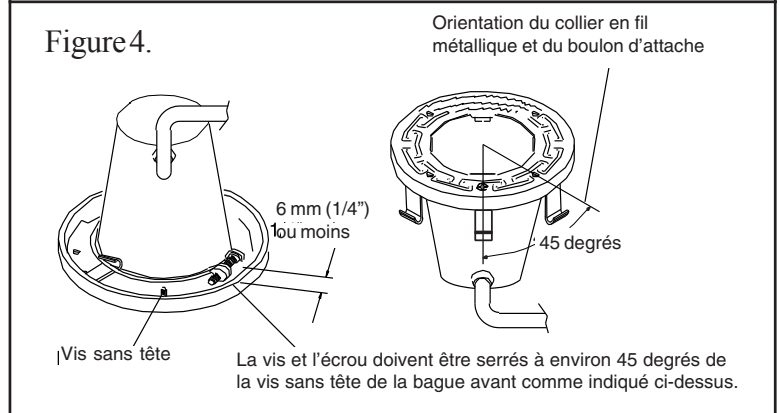

Figure 4.
- (3) Retournez la lampe de manière à ce qu'elle repose sur la lentille. Serrez le boulon et son écrou jusqu'à ce que la distance entre les extrémités de la bride soit égale à ¼ de pouce maximum ; voir la figure 4.